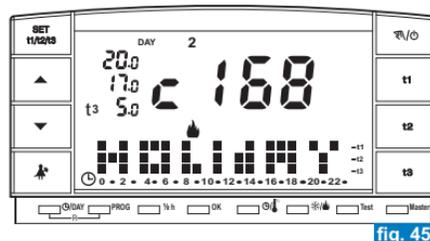

fig. 45
- Dès lors, le chronothermostat commencera le décompte et le programme maintiendra la température **t3** Absence configurée (configuration d'usine +5°C en « hiver » et +33°C en « Été », les deux réglables comme indiqué dans le paragraphe 5.6) jusqu'à la fin des heures programmées (exemple sur la fig. 45).